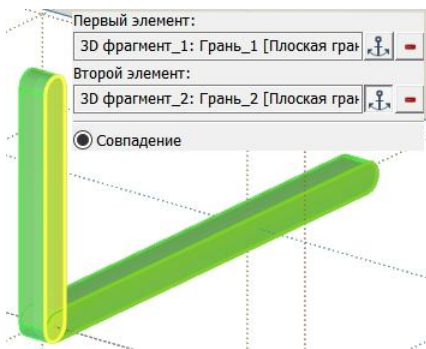

Рис. 1.7 – Создание сопряжения «совпадение» для стержней
1.9.4 Снова выберите инструмент «Создать»  в панели «Сопряжения». Поставьте флаг на опцию «Совпадение» в «Параметрах сопряжения». Установите фильтр граней . Выберите в качестве первого и второго элемента передние грани стержней AD и DC, как показано на рис. 1.7. Завершите создание сопряжения .